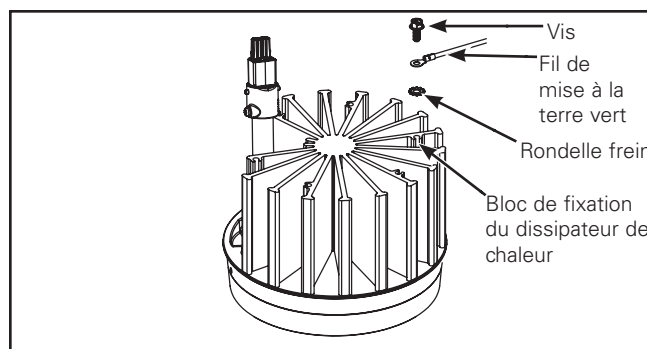

Figure 7.
5. Trouvez le fil de mise à la terre vert à l'intérieur du cylindre et attachez-le au bloc de fixation du refroidisseur, en utilisant la rondelle frein et la vis fournies (Figure 7.).